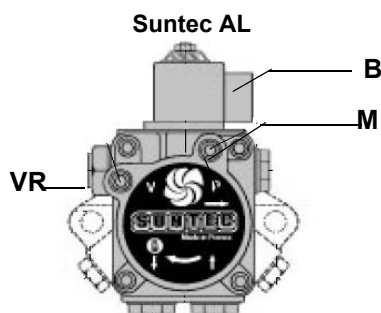

Fig. 13
- 2 desconectar el conector de la bobina **B** en la bomba (Fig. 13) para evitar que el gasóleo ingrese a la cámara de combustión.
- 5 purgar el aire de la conexión manómetro **M** de la bomba, aflojando levemente el tapón, sin quitarlo (Fig. 13);
- 8 volver a conectar la bobina **B** en la bomba (Fig. 13)